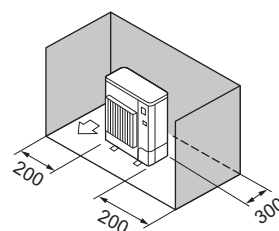

Fig. 2-9
(3) Kun forhindringer bagved og i siderne (Fig. 2-9)